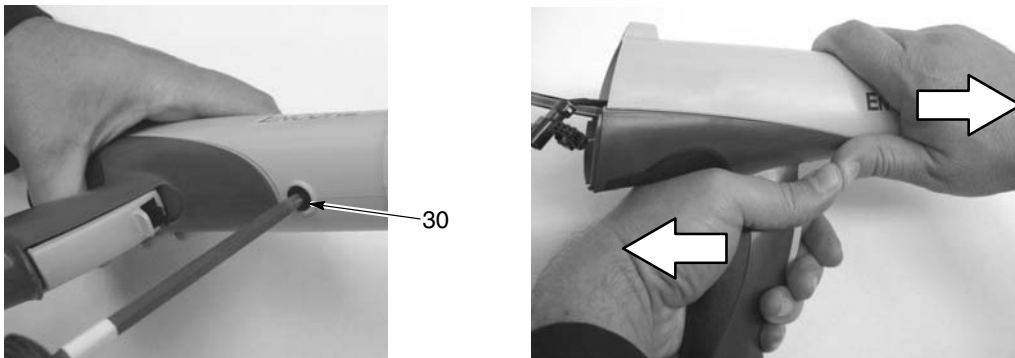

Рис. 6-3 Снятие корпуса распылителя с рукоятки
4. См. рис. 6-3. Вывернуть из корпуса распылителя черный нейлоновый винт (30).